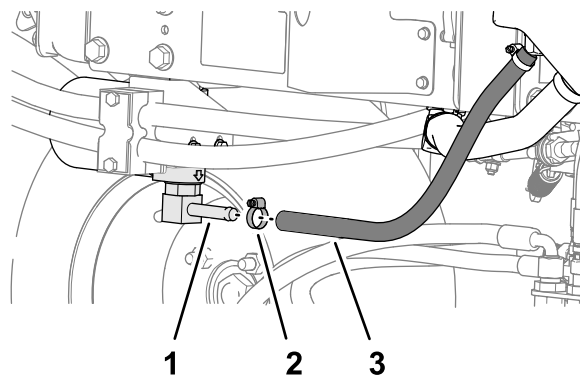
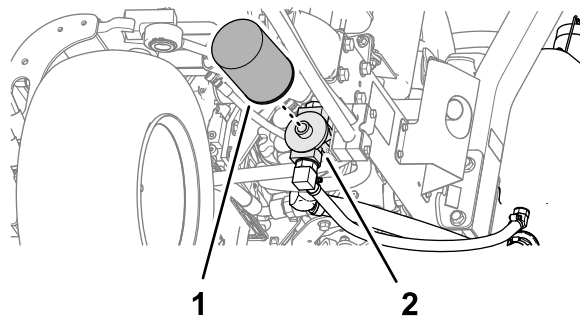

Figura 85
Figura 86
2. Desconecte a mangueira hidráulica (Figura 85) ou retire o filtro hidráulico (Figura 86) e drene o fluido hidráulico em um recipiente de drenagem.